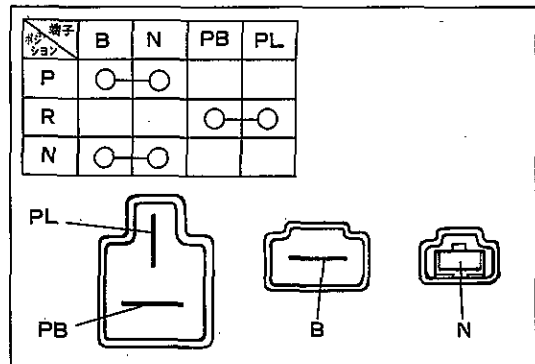

図3-1-2 導通点検 Z3557
- ①ニュートラル スタート スイッチ コネクタの導通 基準 (図3-1-2参照)
5. 導通点検を行なう。(図3-1-2参照)